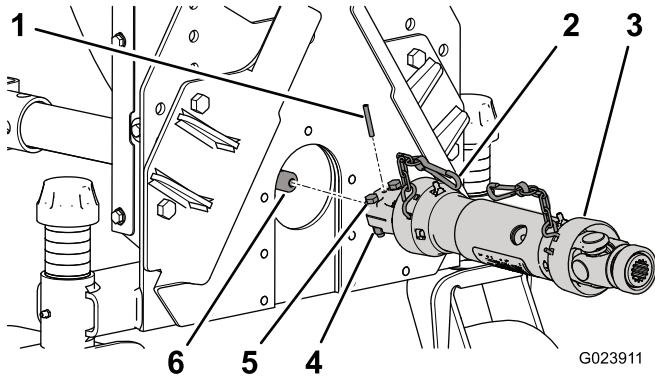

Figure 9
3. Fixez-les ensemble avec une goupille cylindrique (Figure 9).
4. Fixez l'arbre d'entraînement à l'arbre du boîtier d'engrenages au moyen de deux boulons (5/16 x 1-3/4 po) et contre-écrous (5/16 po) (Figure 9).
7. Fixez la chaîne de sécurité au cadre du souffleur (Figure 9).